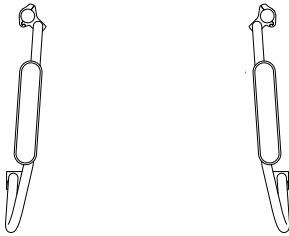

Abb. 13
5. Wenn Sie die Klemmschellen weiter innen-seitig positionieren, reduziert sich die hintere Sitzbreite (Abb. 13).